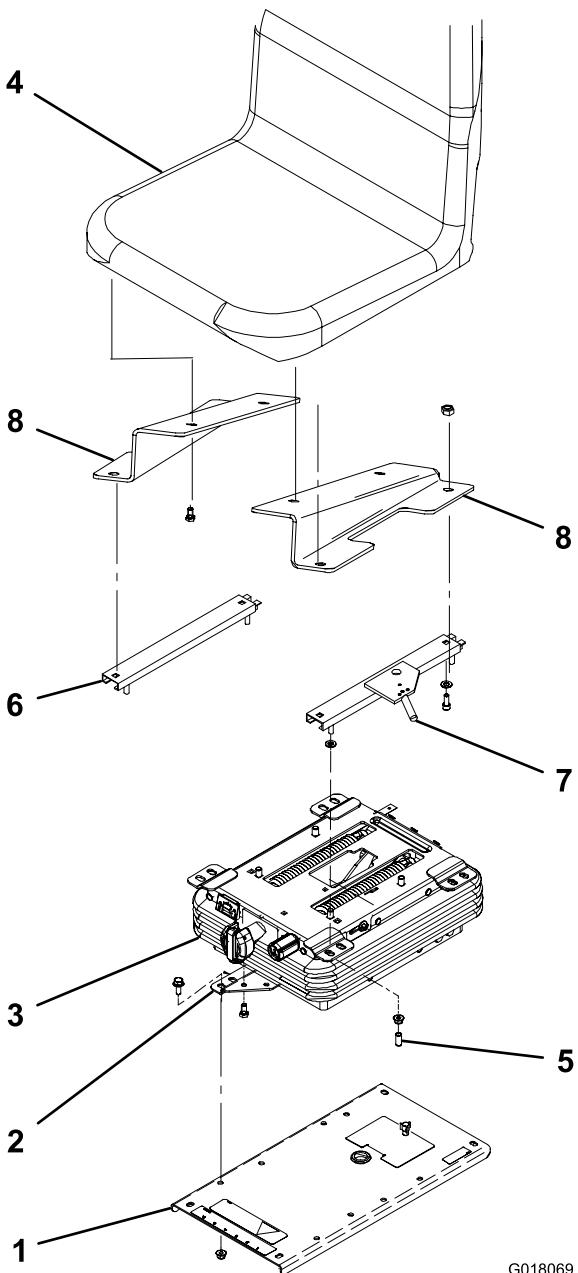

Figura 1
- Prenda os suportes inferiores do banco à suspensão do banco com os quatro parafusos incluídos no kit (Figura 1).
- Retire os 4 parafusos e porcas que prendem a placa de montagem do banco à estrutura da unidade de tracção (Figura 1). Não retire a placa do banco.
- Prenda os suportes inferiores do banco e a suspensão do banco à placa do banco com os quatro parafusos e porcas incluídos no kit (Figura 1).
- Prenda as montagens do banco do lado esquerdo e lado direito no banco com os quatro parafusos (Figura 1). As montagens do banco devem ser posicionadas de forma a que as extremidades maiores fiquem na frente do banco.
- Instale, sem apertar, os ajustadores do banco nas montagens do banco com os quatro parafusos, anilhas planas e porcas incluídos no kit (Figura 1). Não aperte. O ajustador do banco com a alavanca de ajuste deve ser montado na montagem do lado esquerdo do banco.
- Instale os ajustadores superiores do banco à suspensão do banco com as quatro porcas incluídas no kit (Figura 1). Insira as tampas de vinil nos pernas do banco. Aperte os dispositivos de fixação que prendem os ajustadores do banco.
- Prenda os suportes inferiores do banco e a suspensão do banco à placa do banco com os quatro parafusos e porcas incluídos no kit (Figura 1). Utilize o conjunto traseiro dos furos de montagem na placa do banco e o conjunto frontal dos furos de montagem nos suportes inferiores do banco.
- Instale os suportes superiores do banco no banco com os quatro parafusos, anilhas planas e porcas incluídos no kit (Figura 1). Utilize o conjunto frontal dos furos de montagem no banco. O suporte do banco com a alavanca de ajuste deve ser montado no lado esquerdo do banco.
- Instale os suportes superiores do banco à suspensão do banco com as quatro anilhas e porcas incluídas no kit (Figura 1). Utilize o conjunto traseiro dos furos de montagem na suspensão do banco. As anilhas devem ser posicionadas entre os suportes do banco e a suspensão do banco. Insira as tampas de vinil nos pernas do banco.